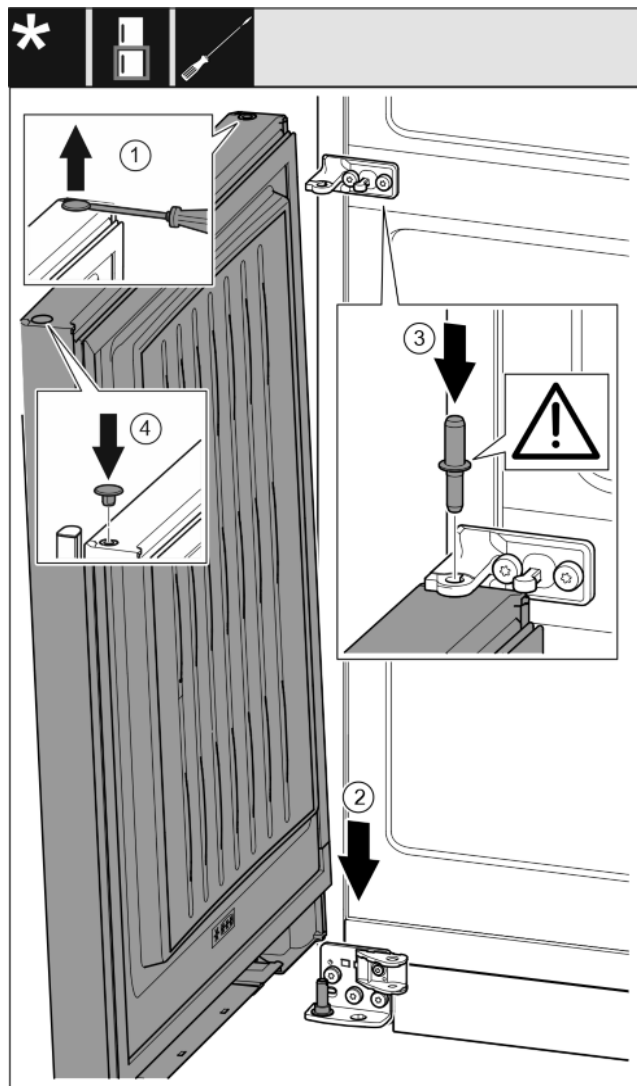

Fig. 32
- ▶ Con un cacciavite a testa a intaglio sollevare con cautela i tappi ed estrarli. Fig. 32 (1)
- ▶ Applicare la porta dall'alto sul perno di supporto inferiore. Fig. 32 (2)
- ▶ Inserire il perno di supporto centrale attraverso il blocco di supporto centrale nella porta inferiore. Fare attenzione che la camma di arresto sia rivolta verso il lato posteriore. Fig. 32 (3)
- ▶ Inserire nuovamente i tappi sull'altro lato della porta. Fig. 32 (4)